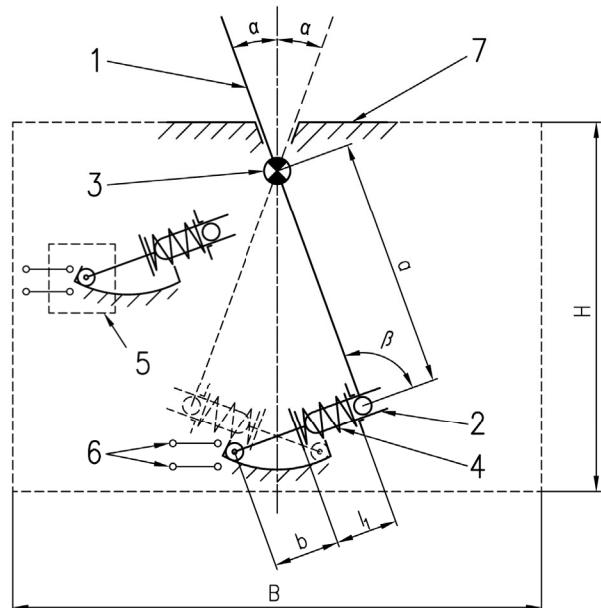

Bild 1: Kippschalter (Schaltzustand „Ein“)
Der im Bild 1 dargestellte Kippschalter dient zum Schließen und Öffnen eines Stromkreises (Schaltzustände „Ein“ / „Aus“). Das Umschalten zwischen den Schaltzuständen erfolgt durch Betätigung des Kipphebels (1). Die Feder (4) erzeugt die zwischen 2 stromführenden Kontakten (5) erforderliche Kontaktkraft  $F_k$ .
- Der Kontaktbereich (5) besteht aus **zwei Kontaktpaaren**. Die geforderte Kontaktkraft  $F_k$  ist für jedes Kontaktpaar zu gewährleisten.
- Für die Feder (4) können Schraubendruck- oder Schraubenzugfedern zum Einsatz kommen. Dabei sind ausschließlich Federn aus Lehrblatt 3.3 bzw. 3.4 zulässig.
- Das Bild 1 dient lediglich der Beschreibung der Funktion des Kippschalters. Es ist keine Vorlage für die Gestaltung der Baugruppe und ihrer Bauteile.